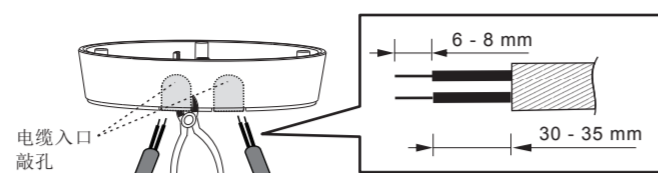

图 14
4.4.3.2 如要将交流电缆从接线盒侧面插入，请使用斜嘴钳剪开接线盒侧面电缆入口的敲孔，然后将电缆插入接线盒并拉出。将电缆包皮剥开 6 - 8 mm，用于布线（见图 14）。